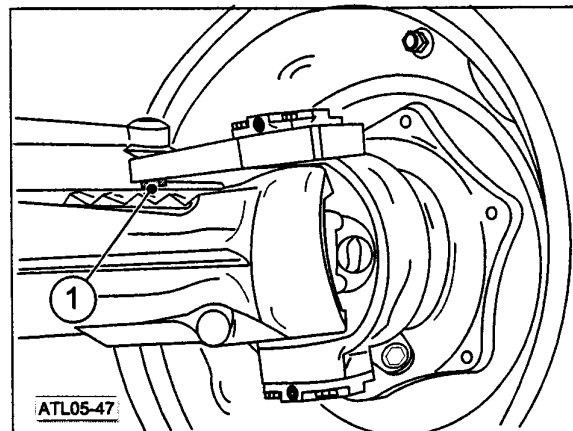

Fig.5-47
Hacer controlar por talleres autorizados el apriete de las tuercas (1) de fijación de las articulaciones esféricas después de las primeras 50 horas y sucesivamente cada 1000 horas (Fig.5-47).